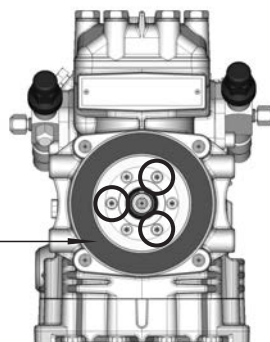

Fig. 7
- Per il montaggio della bobina, rimuovere le viti interne a testa esagonale contrassegnate del coperchio dell'anello scorrevole (v. fig. 7).
- Spingere la bobina in sede e fissarla con le tre viti a testa cilindrica M5 x 20 in dotazione (fig. 7). Coppia di serraggio delle viti = 9 Nm.